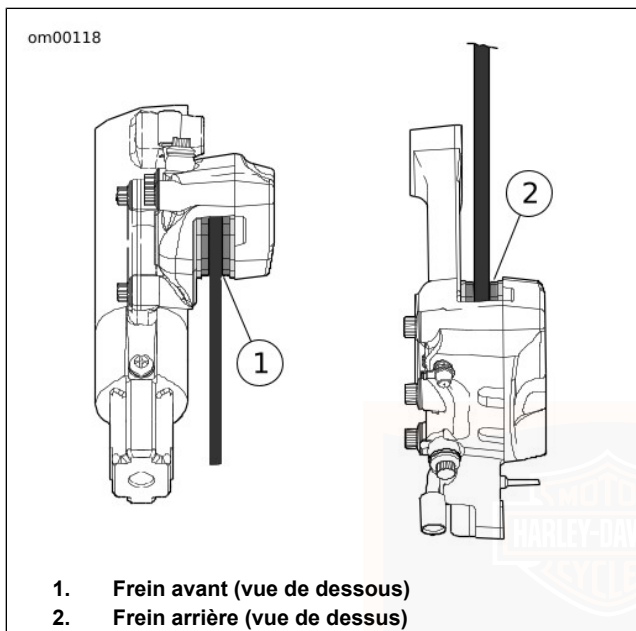

Figure 56. Matériau de friction des freins
1. Voir Figure 56. Vérifier le disque de frein arrière à mesure qu'il tourne. Le disque doit rester centré dans l'étrier de frein.